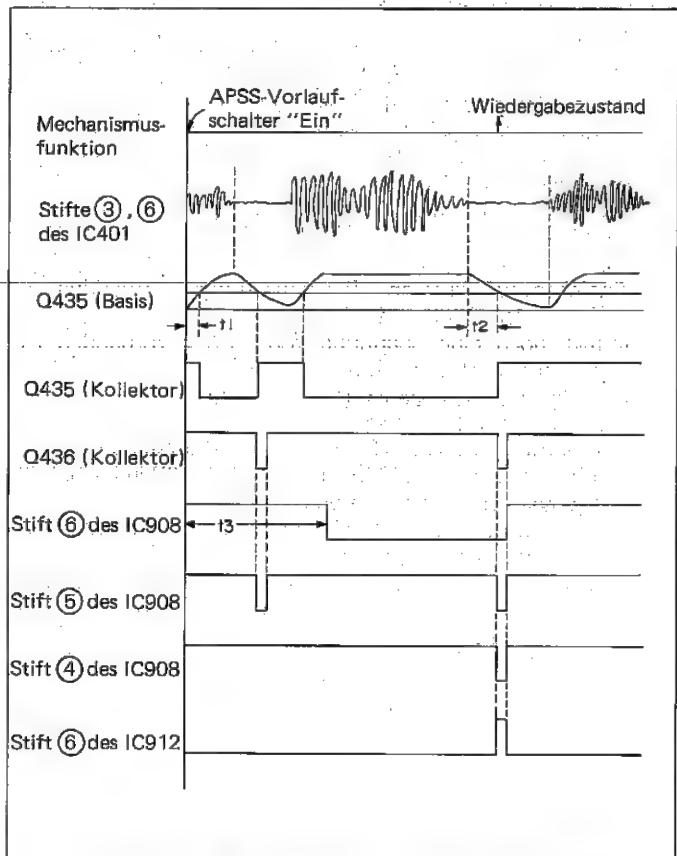

Abbildung 26-1 SIGNALFLUSSDIAGRAMM
Das durch den Aufnahme-/Wiedergabekopf erkannte Programmquellsignal wird zuerst durch den IC401 verstärkt; hier werden auch die Signale des rechten und linken Kanals addiert und dem Stift ① des IC402 zugeleitet, wo das Signalgemisch verstärkt und vom Stift ④ abgeleitet wird. Das verstärkte Signal wird dann dem Q434 zugeleitet und an der Basis-Emitter-Übergangszone einem Schaltvorgang unterzogen. Danach wird es zuerst durch die Zeitkonstante t_1 , durch R536, C495, R537 und C489 gewährleistet, dann durch die Zeitkonstante t_2 , durch R537 und C495 gewährleistet, zeitlich verzögert. Das Signal wird dann über Q435 der Basis des Q436 zugeleitet. (C497 zwischen dem Kollektor des Q435 und der Basis des Q436 dient als Differenzschaltung.) Vom Kollektor des Q436 kommend wird das Signal dann über den Stift ⑩ des CNP404/CNP404 dem Stift ⑤ des IC908 zugeleitet. In der "Schnellsuch-Betriebsart" wird der erwähnte IC908 durch die Zeitkonstante t_3 , durch R933 und C910 gewährleistet, beeinflußt, wobei das Signal hier zeitlich verzögert und vom Stift ⑥ des IC908 abgeleitet wird. In diesem Zusammenhang ist zu beachten, daß der am Kollektor des Q436 erzeugte Impuls dem Stift ⑤ des IC908 zugeleitet und von dessen Stift ④ abgeleitet wird. Nach Polaritätsumkehrung erscheint der Impuls schließlich am Stift ⑥ des IC912, dessen Wellenformen in der Abbildung 26-1 gezeigt werden. Auf diese Weise erkennt das Gerät eine signalfreie Leerstelle zwischen zwei Programmen, um dann automatisch mit der Wiedergabe zu beginnen.